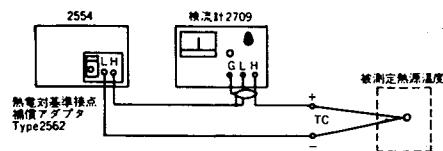

図7 温度精密測定回路
- (1) 本器正面パネルの熱電対基準接点補償端子にType2562を取り付けます。
- (2) 热電対および検流計を図7のように接続します。
- (3) 热電対基準接点温度における热電対の热起電力に相当する电压を補償ダイヤルによって設定します。
- (4) 本器のレンジ切換スイッチを×10mVまたは×100mVに切換え、設定ダイヤルにより設定値を加減して検流計の振れが零を示すように設定します。
- (5) このときの設定値が基準温度に対する热電対の热起電力と等しくなります。热起電力-温度換算表により被測定温度が正確にわかりります。